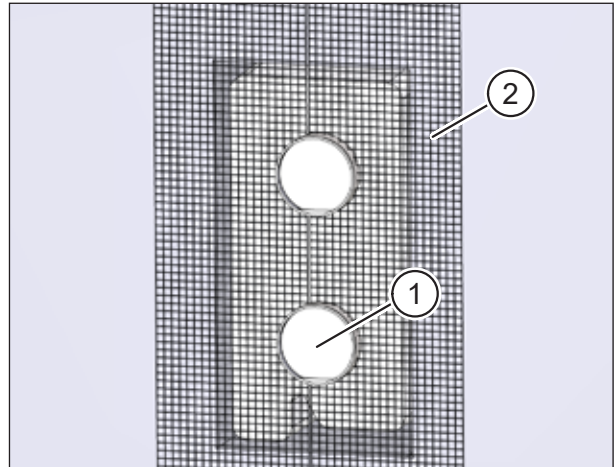
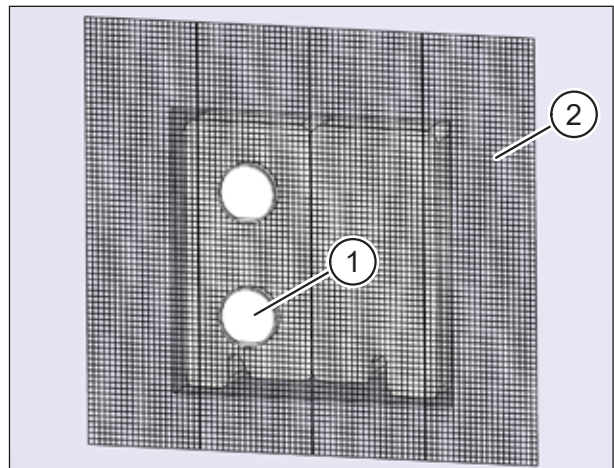

Abb. 64: Montageset **ohne** Füllstück einputzen
Abb. 65: Montageset **mit** Füllstück einputzen
- ▶ Setzen Sie die Putzschutzhülsen (Pos. 1 in Abb. 64 und Abb. 65) ein. Sie sollen soweit über die Außenwand herausragen, dass sie mit dem späteren Putzauftrag bündig abschließen. Die Putzschutzhülsen bilden die Beiputzfläche für den Außenputz.
- ▶ Bringen Sie das Putzgewebe (Pos. 2 in Abb. 64 und Abb. 65) außen auf Mauerkasten, Außenwand bzw. Fassadendämmung an.